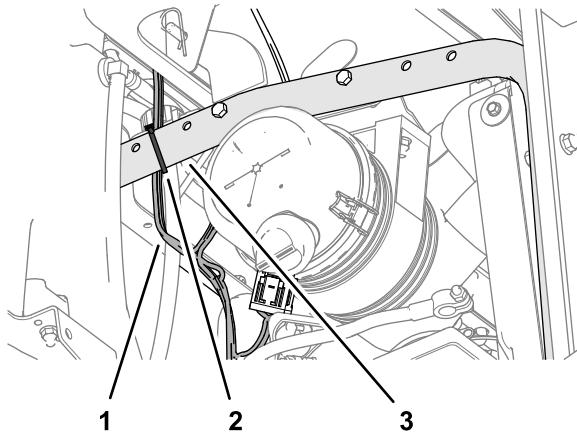

Рисунок 19
3. Над двигателем прикрепите жгут проводов питания к опорной трубе радиатора, как показано на Рисунок 19.